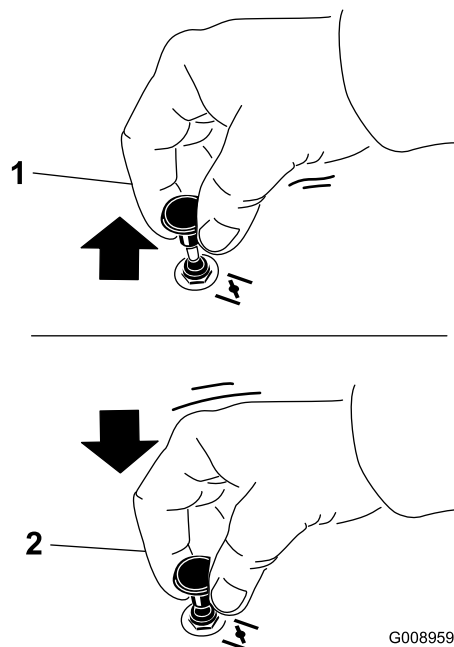

Figure 25
1. Tirez sur la commande de starter pour engager le starter avant d'utiliser le commutateur d'allumage (Figure 25).
2. Poussez sur la commande pour désengager le starter lorsque le moteur a démarré (Figure 25).